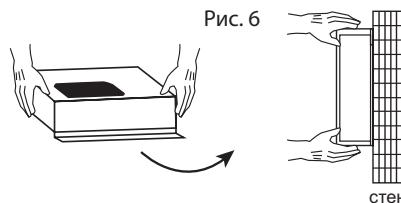

Рис. 6
3. Во избежание выскальзывания и повреждения прибора, держите корпус одновременно с правой и левой стороны (Рис. 6).